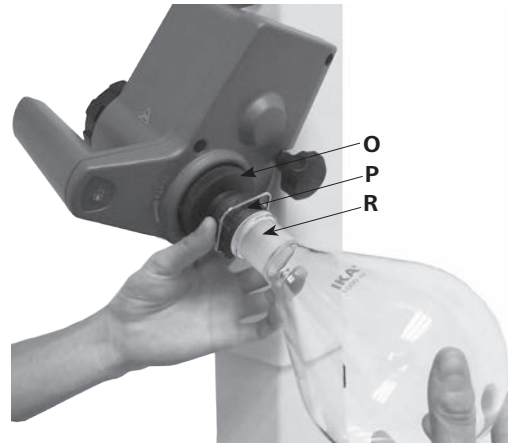

Fig.15a
- 베이퍼 튜브에 증발용 플라스크(R)를 올려 놓습니다. (Fig.15a)